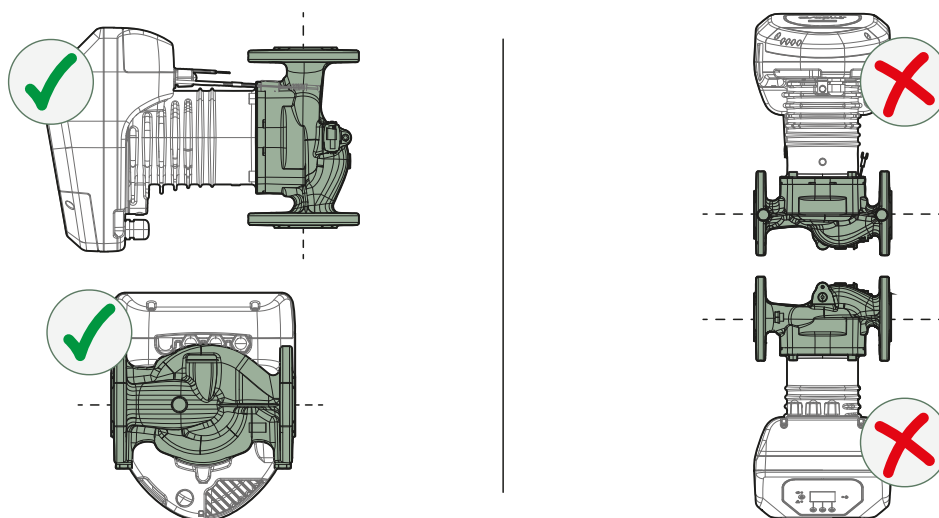

Рисунок 4
- Всегда устанавливать циркуляционный насос таким образом, чтобы приводной вал находился в горизонтальном положении, как показано на рисунке Рисунок 4